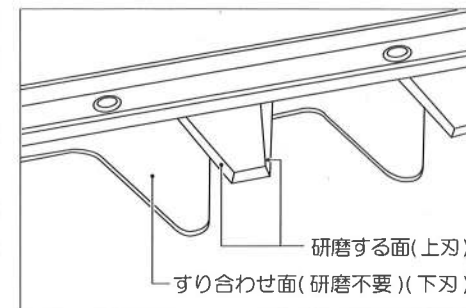

図8
- 研磨は、ブレード(刃)側面とすり合わせ面との角が丸くならないように注意して、上刃の両側面を研磨してください。(図8参照)